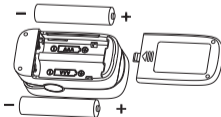

図 4 電池の取り付け方法
A. 単 4 アルカリ電池 を正しい向きに合わせてセットします。（図 4 参照）。